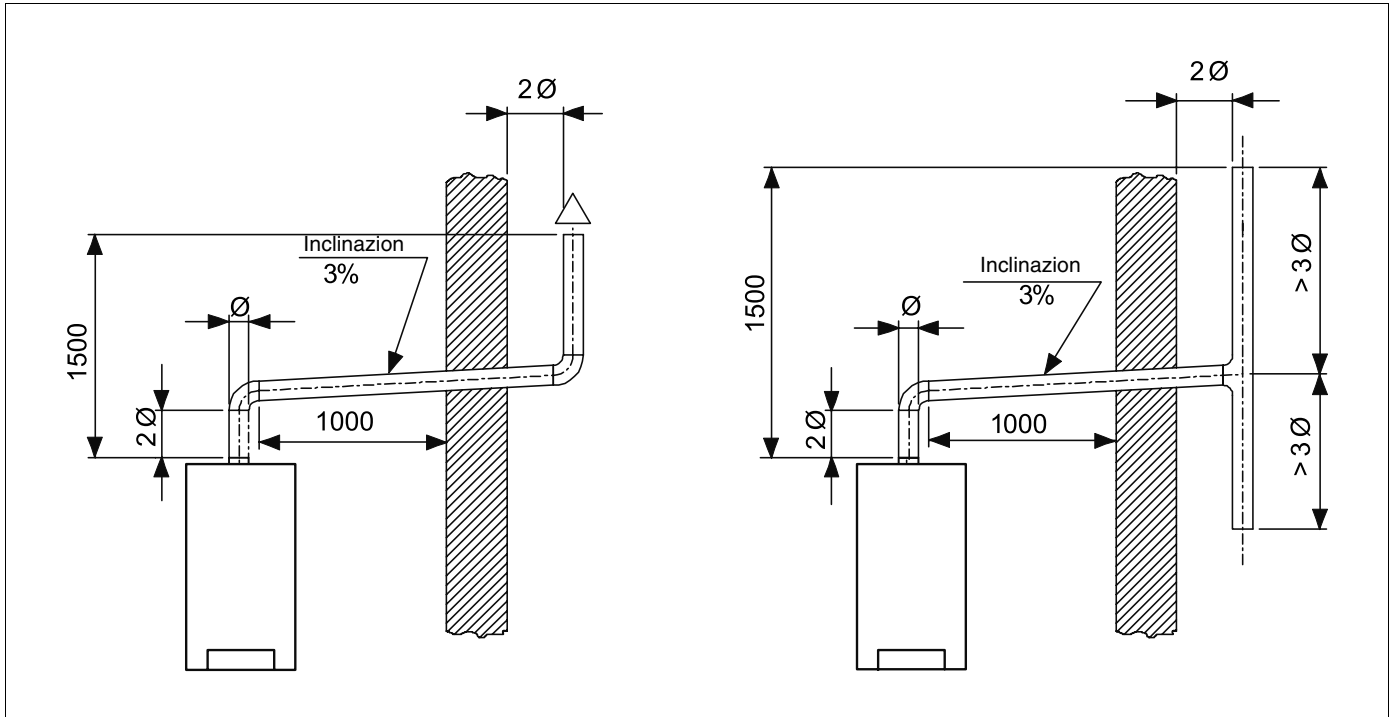

Fig. 10 Sistemi di scarico gas (misure in mm)
- La differenza di altezza tra l'attacco dello scarico fumi sulla caldaia istantanea a gas e l'estremità dello scarico fumi deve misurare almeno 1,5 m (fig. 10).